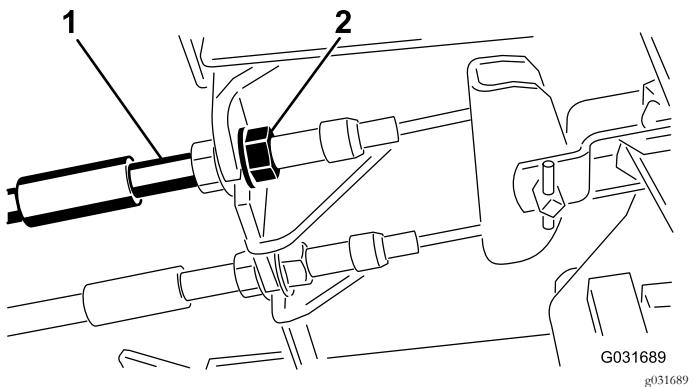

Figure 54
- Pour réduire la garde aux pédales de frein, serrez les freins en desserrant l'écrou avant sur l'extrémité filetée du câble de frein (Figure 54).